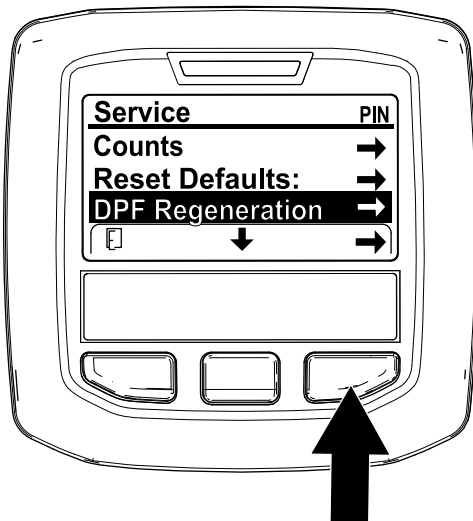

Figure 59
1. Dans le menu Entretien, utilisez le bouton central pour naviguer jusqu'à l'option DPF REGENERATION (régénération du FAP) (Figure 59).
2. Appuyez sur le bouton droit pour sélectionner l'option DPF Regeneration (Figure 59).